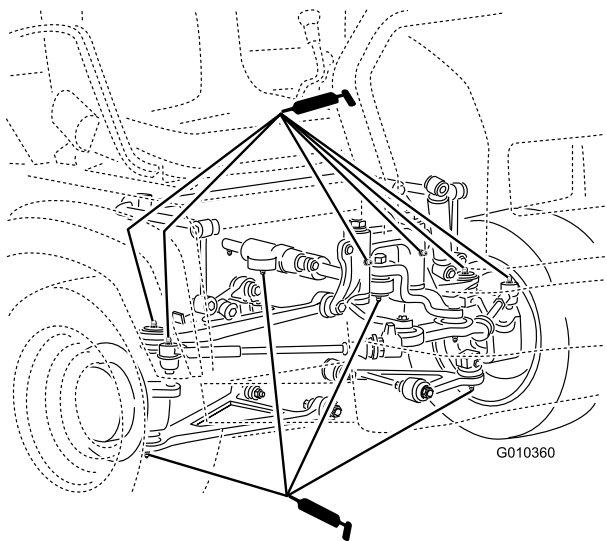

Bild 40
- Kugellager (4), Spurstangen (2), Schwenkhalterungen (2) und Lenkzylinder (2), wie in **Bild 40** dargestellt.